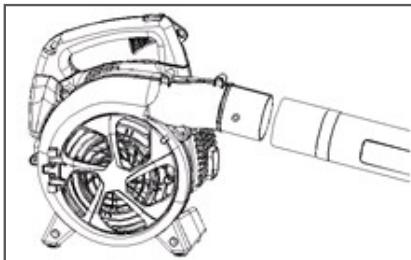

Рис. 3 Установка трубы В
- Установить напорную трубу В на устройство (см. Рис. 3).